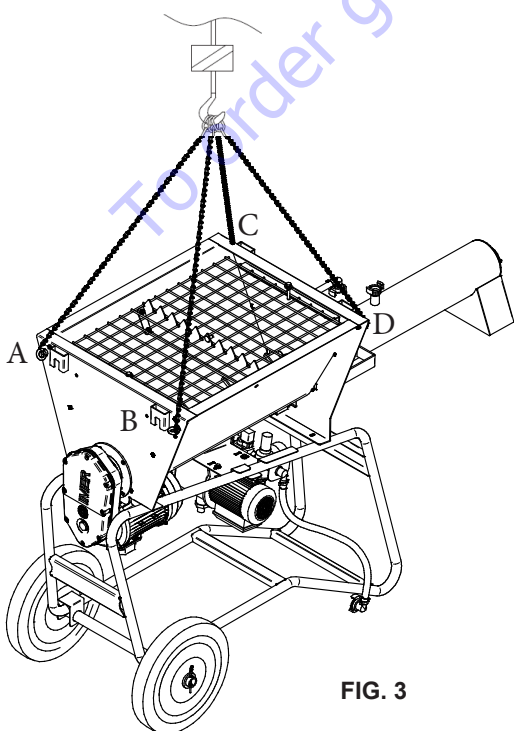

FIG. 3
- ATTENTION ! Pour le levage de la machine, n'utiliser sous aucun prétexte des points d'accrochage différents de ceux indiqués sur la figure 3.
Pour soulever la machine, utiliser les quatre anneaux spécialement prévus (fig. 3).